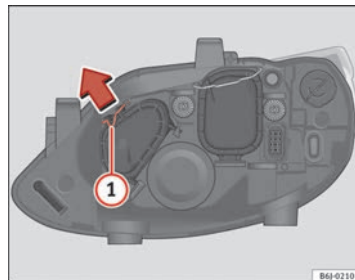

Abb. 152 Standlicht
- Verschieben Sie die Strebe ① in Pfeilrichtung und nehmen Sie den Deckel ab ⇒ Abb. 152.